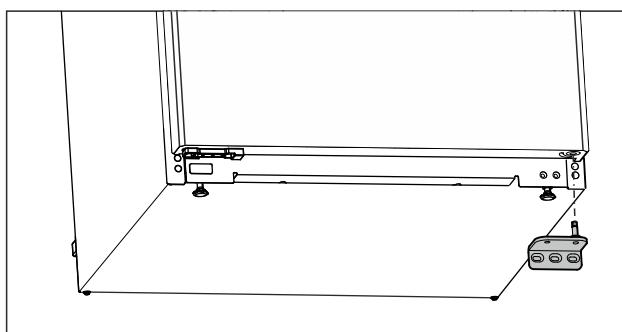

Fig. 8
- Свалете лагерната стойка надолу. (виж Fig. 8)